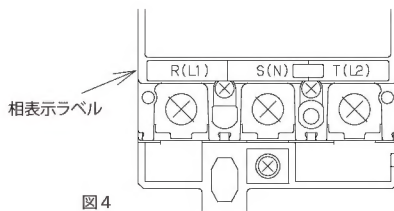

図4
- ④相表示ラベルをブレーカの負荷側に貼付けてください。(図4)